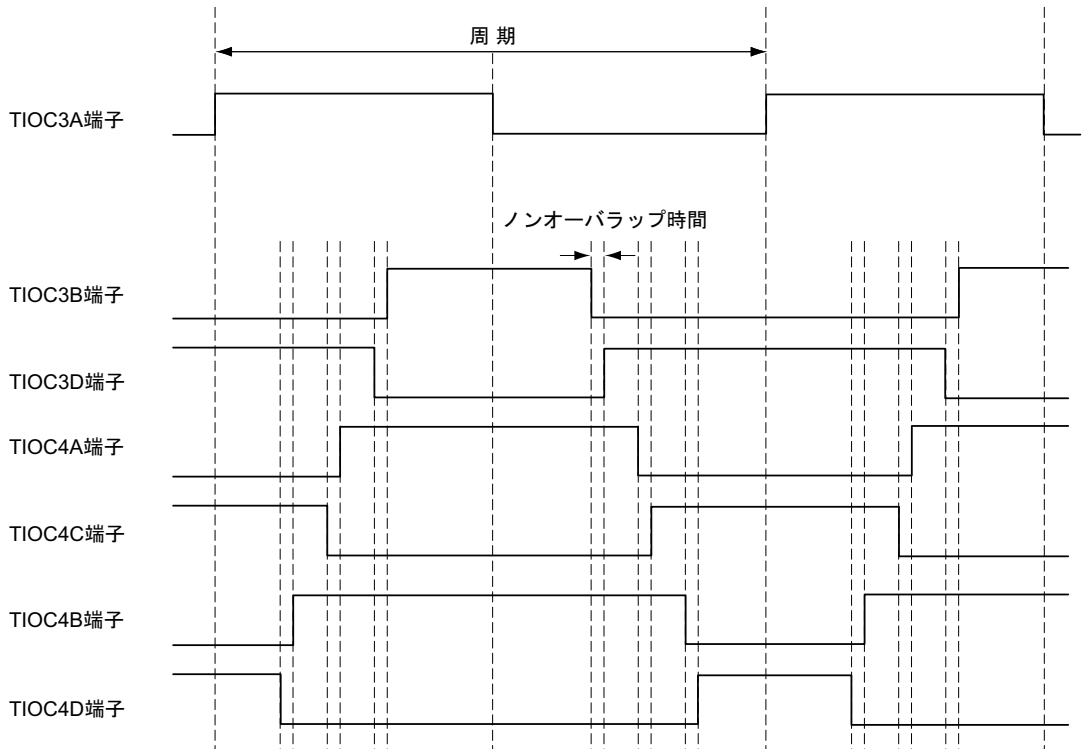

図 2.15 相補 PWM3 相出力波形
- (1) 図2.15に示すように正相・逆相がノンオーバーラップの関係にあるPWM波形を3相出力します。
- (2) デューティは0%~100%まで任意の値をRAMに設定することにより変更ができます。